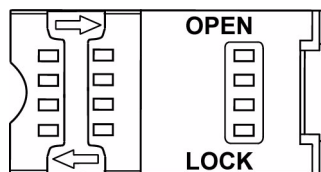

图 14 MSAM 卡槽锁片详图
- a 打开卡槽锁片：沿 OPEN 方向滑动锁板至打开位置（图 14）。
- 7 按照 LOCK 箭头方向滑动每个 MSAM 卡槽的锁片，直至锁片停止滑动，从而锁定 MSAM 卡槽（图 14）。